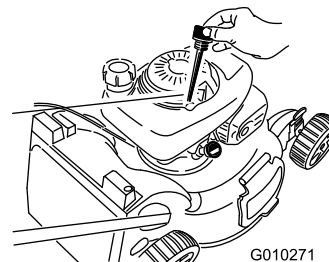

Figura 38
2. Retire la varilla (Figura 38).